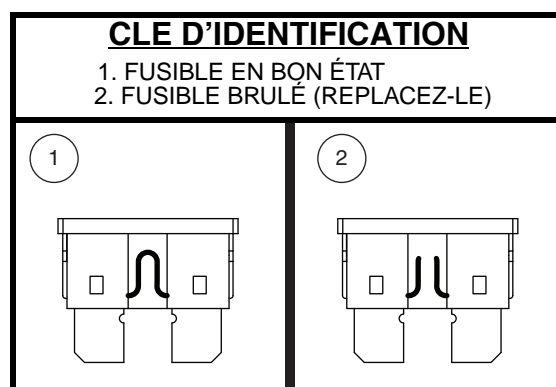

Figure 24. Le remplacement des fusibles
2. Examinez-le pour vérifier s'il est brûlé. **Voir la figure 24.**